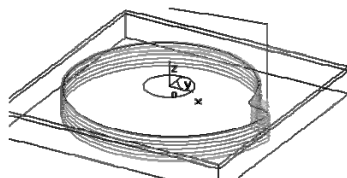

图 2-119 生成的刀具轨迹
2) 单击鼠标右键确认，系统开始计算，稍后得出刀具轨迹如图 2-119 所示。